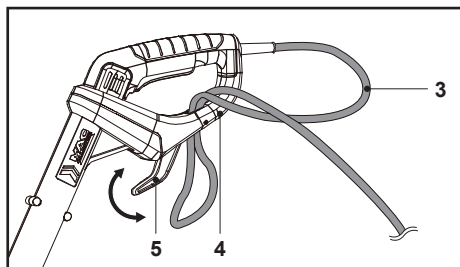

Fig. 2
1. Rotește suportul de cablu (rotativ) (5) și asigură-te că vârful său este orientat în față.
2. Îndoie înapoi cablul de alimentare (3) la circa 60 cm de la capăt și introdu bucla în gaura din apărătoarea spate (4). Trece-l peste suportul de cablu (5) și trage-l ușor (3) pentru a te asigura că este bine fixat (fig. 2, 3).